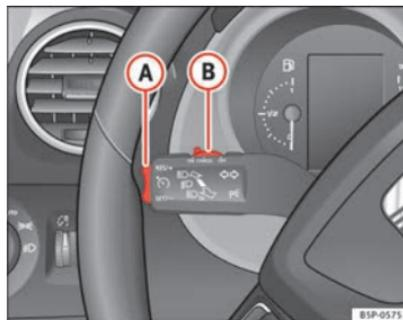

Fig. 152 Alavanca das luzes indicadoras de mudança de direcção e dos máximos: comando e botão basculante para o regulador de velocidade
- Premir a parte superior do botão basculante **RES/+** ⇒ Fig. 152 **A** para aumentar a velocidade. Enquanto o botão basculante estiver a ser premido, o veículo é acelerado. Soltando o botão basculante, fica memorizada a nova velocidade.
Se se reduzir a velocidade com o pedal do travão, desliga-se o regulador de velocidade. Se pretende voltar a activar o regulador, basta que prima uma vez a parte superior do botão basculante **RES/+** → Fig. 152 **(A)**.